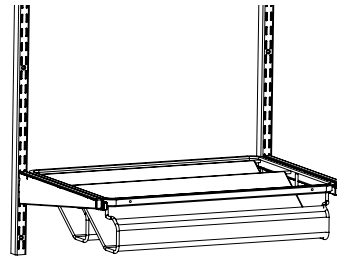

Figure 7
ÉTAPE 5: Installez les supports à tablette en retirant les capuchons de plastique (c'est plus facile par le devant) et en les installant sur les montants dans la configuration désirée (Figure 7).
STEP 8: Place the shoe rack into its surround assembly (**Figure 7**).